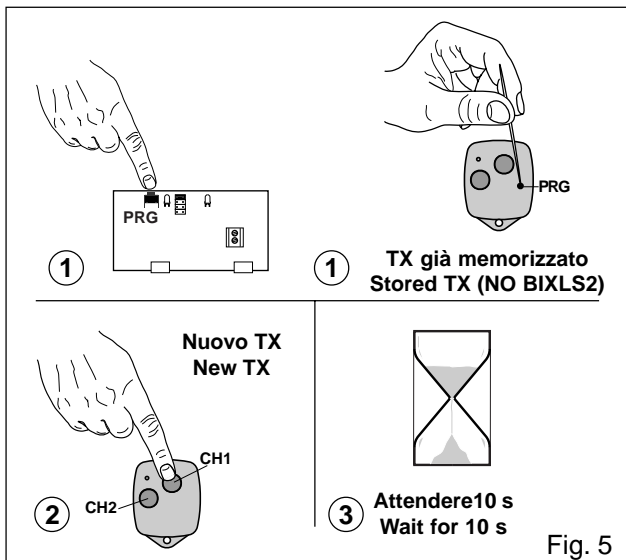

Fig. 5
- 3.2 Premere il pulsante **PRG** sul ricevitore (alimentato), il led **segnalazione SIG** si accende, oppure (fig.5) nel caso di BIXLP2, BIXLG4 o BIXAG4 premere **PRG** di un trasmettitore già memorizzato (entro la portata del ricevitore alimentato).
3.2 Press button **PRG** on the receiver (which must be powered). A LED signalling light **SIG** will come on or (Figure 5) in the case of BIXLP2, BIXLG4 or BIXAG4 press **PRG** of a previously stored transmitter (within the range of the powered receiver).